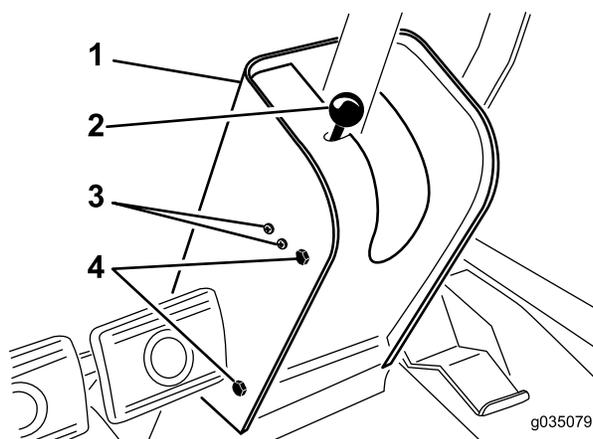

Рисунок 70
2. Снимите рукоятку со стержня стояночного тормоза и выверните винты с кожуха рулевой колонки (Рисунок 70).
4. Ослабьте винты и гайки, крепящие выключатель стояночного тормоза к левой стороне рулевой колонки (Рисунок 70).